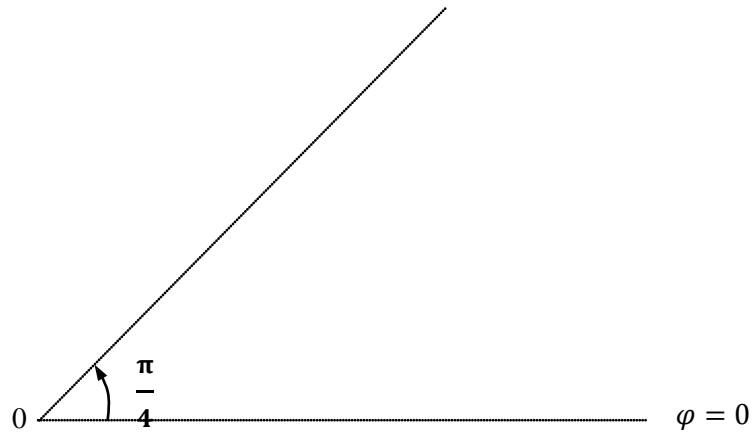

Figure 5
2) La **figure 5** en annexe représente la construction de Fresnel inachevée et associée au circuit étudié à la fréquence N .